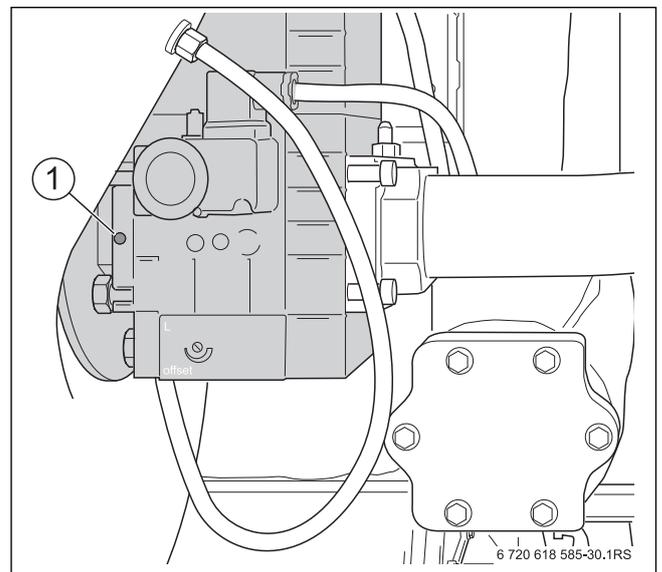

Fig. 32 Contrôler la teneur en CO₂ en pleine charge
- ▶ Si les teneurs en CO₂ sont inférieures à 8,5 % ou supérieures à 9,6 %, corriger le réglage sur 9,1 % à l'aide de la vis de réglage des pleines charges (→ fig. 32).